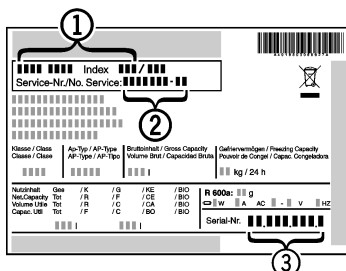

Fig. 10
- ▶ Aflæs apparatets betegnelse Fig. 10 (1), service-nr. Fig. 10 (2) og serie-nr. Fig. 10 (3) fra typeskiltet. Typeskiltet er anbragt på apparatets venstre inderside.
- ▶ Underret vores kundeservice og meddel fejlen, apparatets betegnelse Fig. 10 (1), service-nr. Fig. 10 (2) og serie-nr. Fig. 10 (3).